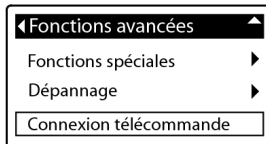

FIG.18
4. Appuyez sur le bouton SELECT (O) de l'adoucisseur pour afficher le menu Fonctions avancées (Figure 18).
6. Si la télécommande n'affiche pas déjà un écran de menu, appuyez sur le bouton SELECT (O) de la télécommande pour afficher un écran de **Menu**.
8. Appuyez sur le bouton SELECT (O) de la télécommande et l'écran « Attente nouveau dispositif... » apparaît. La télécommande attend deux minutes que l'adoucisseur soit activé (étape suivante).
9. Vérifiez que l'affichage de l'adoucisseur affiche toujours l'écran de la Figure 18. Appuyez sur le bouton SELECT (O) de l'adoucisseur pour afficher l'écran « Recherche télécommande » (Figure 19).
Après quelques secondes, l'écran devrait changer et afficher «Télécommande trouvée » (Figure 20). Si, après une minute, l'écran de l'adoucisseur affiche « Nouveau dispositif non détecté », appuyez sur le bouton SELECT (O) de l'adoucisseur pour revenir à l'écran de la Figure 18 et appuyez sur le bouton GAUCHE (◀) de la télécommande pour revenir à l'écran de Menu de la télécommande. Répéter cette procédure à partir de l'étape 8. Si la télécommande n'est pas détectée après plusieurs tentatives, contactez votre distributeur pour une intervention de maintenance. Nous vous recommandons de noter le message apparaissant sur l'écran de la télécommande après une tentative manquée car il indique la nature du problème.
11. Appuyez sur le bouton SELECT (O) de l'adoucisseur. L'affichage reviendra au menu Réglages avancés (Figure 18).